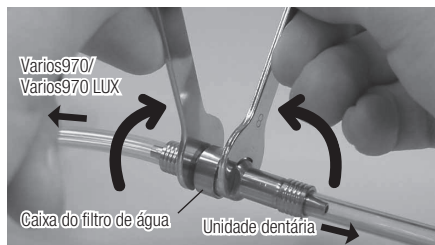

Fig. 42
- 2) Monte duas Chaves crescentes (5x8) e rode-as, conforme mostrado em Fig. 42.